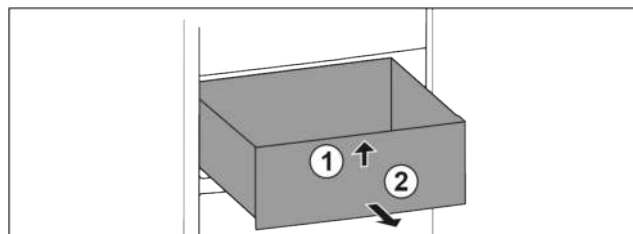

Fig. 69
- Schubfach vorne anheben. Fig. 69 (1)
- Schubfach nach vorne entnehmen. Fig. 69 (2)